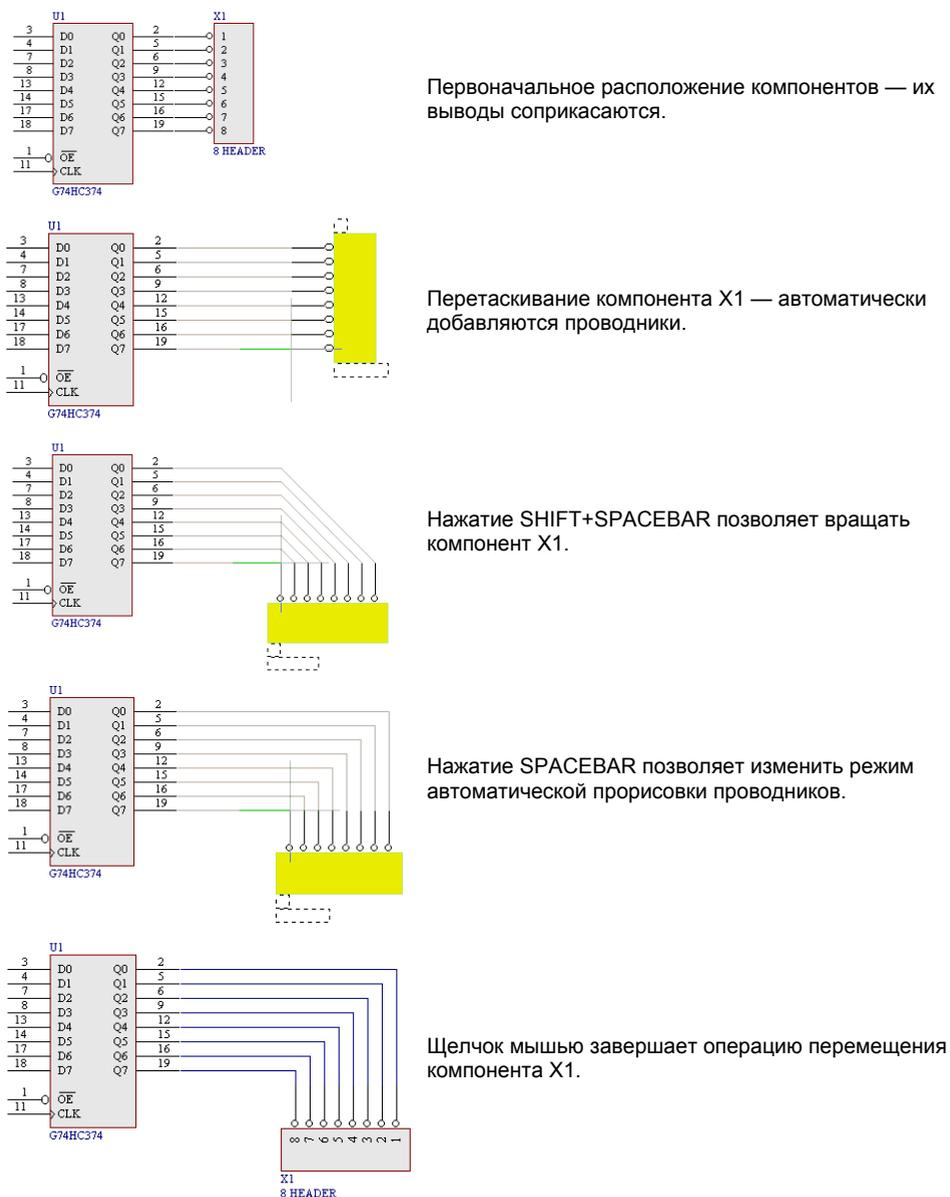

Рис. 3.12. Пример перетаскивания объектов.
- Другая функция, помогающая выполнять перетаскивание при плотном расположении проводников, называется **Drag Orthogonal** (окно **Tools » Preferences**). Ее включение позволяет перемещать проводники под любым углом и не дает им пересекаться при перетаскивании (рис. 3.12). Затем можно изменить форму любого проводника посредством взятия его в фокус и последующих операций по перемещению, добавлению или удалению его вершин. Ранее в этой главе в пункте *Выделение фокусом* были описаны операции редактирования выделенного фокусом объекта.